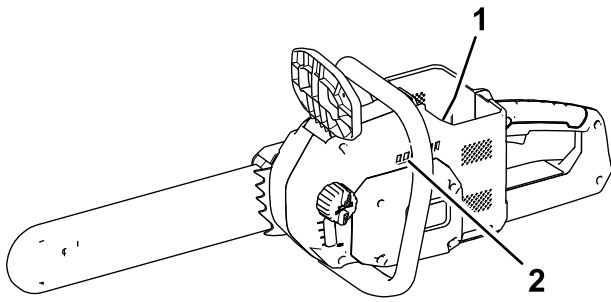

Figure 7
1. Assurez-vous que les événements sur la tronçonneuse (Figure 6 et Figure 7) sont exempts de poussière et de débris.